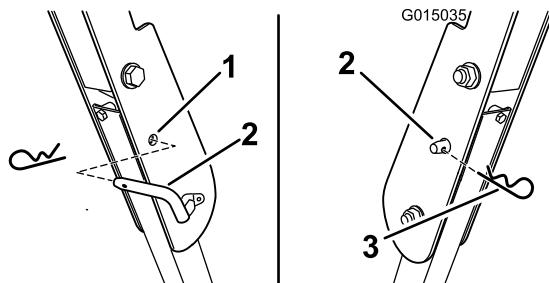

Bild 10
3. Installieren Sie die Arretierbolzen. Sichern Sie die Bolzen, indem Sie den Splint einsetzen (Bild 10).
4. Entfernen Sie den Splint und den Sperrstift, um den Überrollbügel abzusenken.(Bild 10).